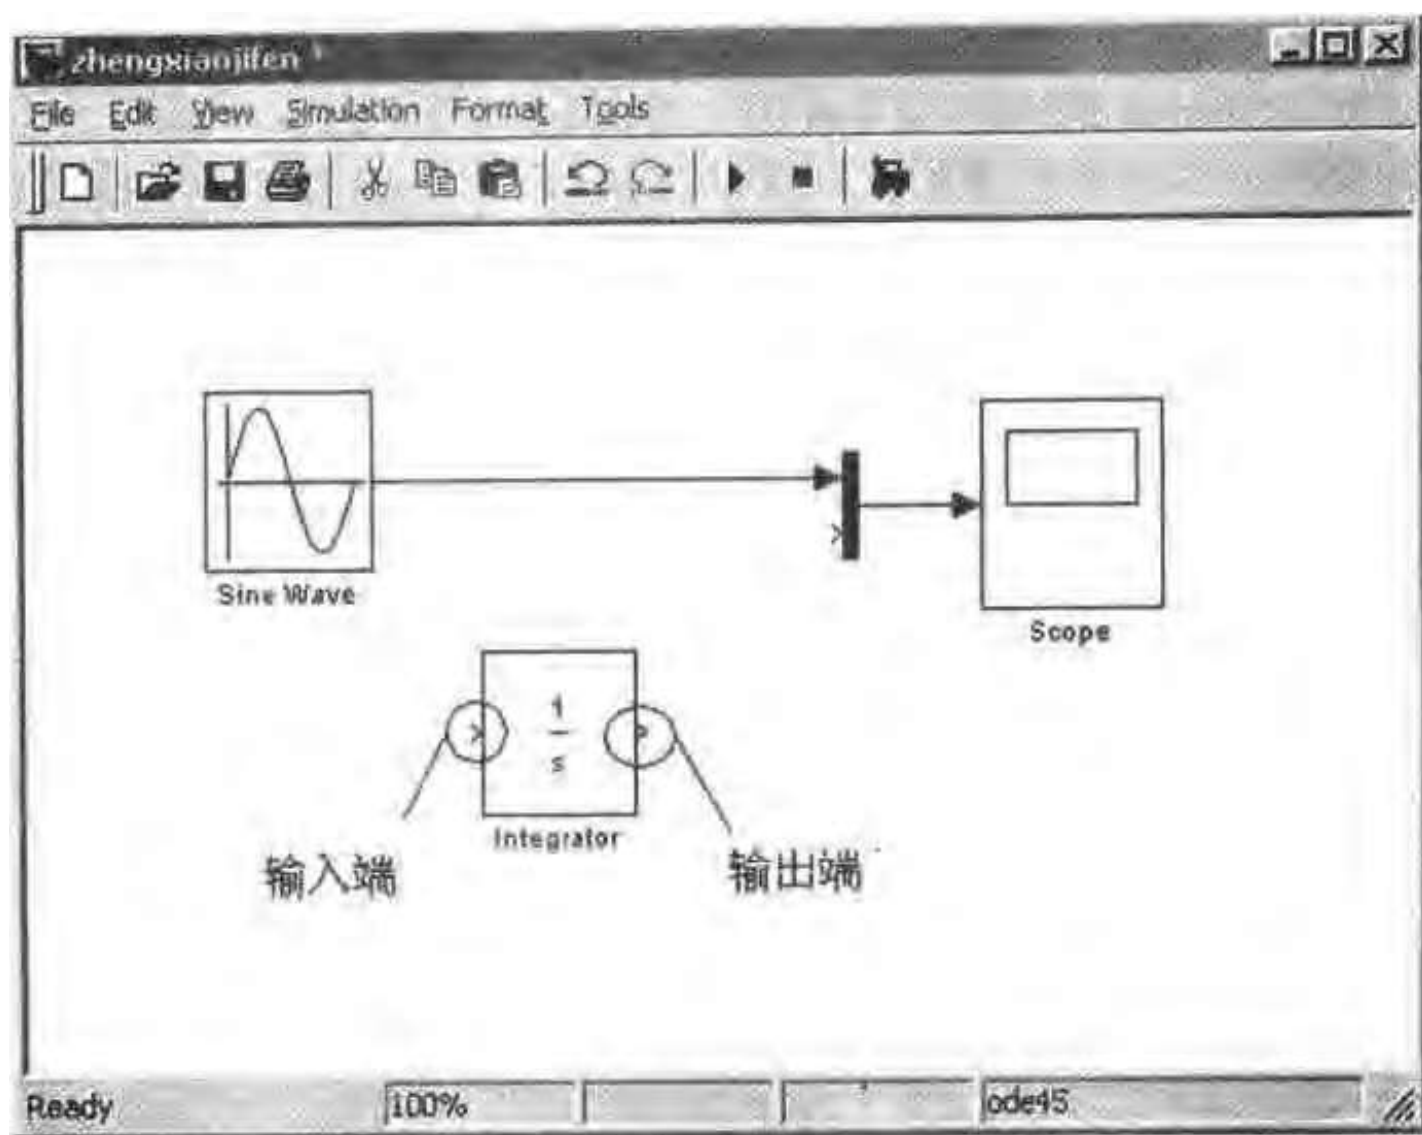

图 4-10 连线示意图
(4) 分别将所需的各个模块从库里拖到空白的模型窗口。这时,Simulink 会在模型窗口复制出这些模块。复制后的结果如图 4-10 所示。